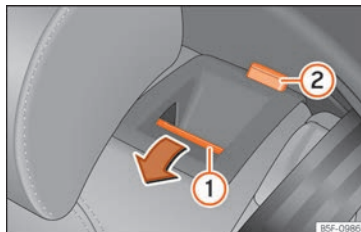

Fig. 112 Banco traseiro: rebater o encosto.
- Puxe o manípulo de desbloqueio »» Fig. 112 (1) para a frente e, ao mesmo tempo, rebata o encosto. O encosto traseiro está desbloqueado quando se vê uma marca vermelha no botão (2).